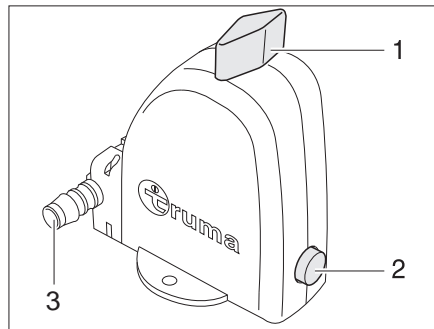

Fig. 211 Valvola di sicurezza/di scarico del boiler - Posizione funzionamento
Il boiler è dotato di una valvola di sicurezza/di scarico (Fig. 211). La valvola di sicurezza/di scarico impedisce che l'acqua congeli nel boiler in presenza di basse temperature esterne, quando il riscaldamento dell'autocaravan non è acceso.
- ▷ Il bocchettone di scarico (Fig. 211,3) della valvola di sicurezza/di scarico deve essere sempre pulito (ad esempio senza ghiaccio, foglie).
- Ruotare la manopola (Fig. 211,1) di 90° nel senso della lunghezza della valvola di sicurezza/di scarico.
- Il pulsante (Fig. 211,2) scatta fuori. Il boiler viene svuotato verso l'esterno attraverso il bocchettone di scarico (Fig. 211,3) della valvola di sicurezza/di scarico.
- Ruotare la manopola (Fig. 211,1) di 90° nel senso della larghezza della valvola di sicurezza/di scarico.
- Premere il pulsante (Fig. 211,2).